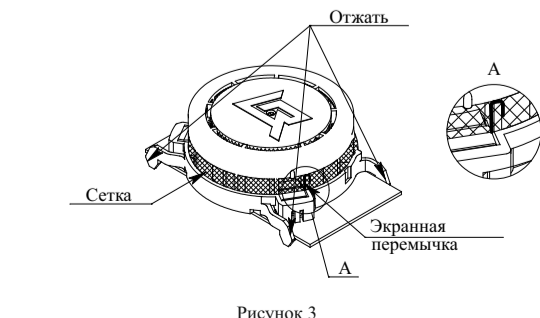

Рисунок 3
- разогнуть экранную перемычку (рисунок 3) и отсоединить ее от сетки;